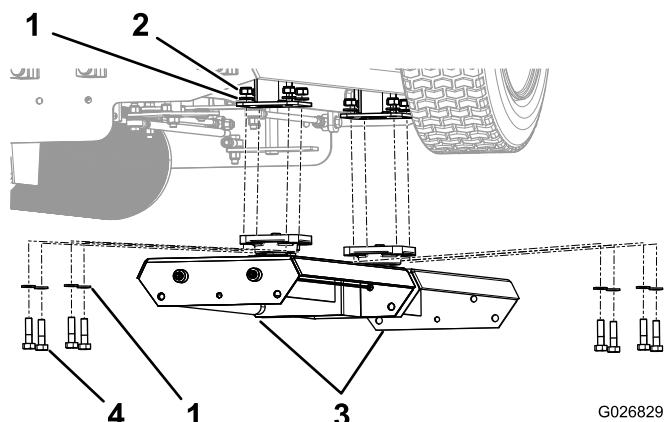

Figure 2
- Déposez les têtes de direction de la machine, comme montré à la Figure 2.